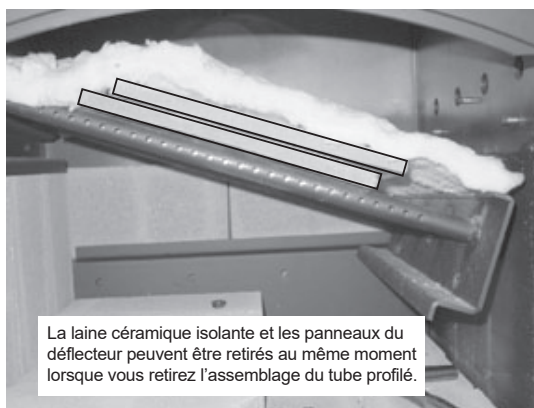

Figure 26.2
4. Glissez le canal des tubes tout à gauche et abaissez le côté droit. Enlevez les panneaux du déflecteur et la laine céramique (**Figure 26.2**).